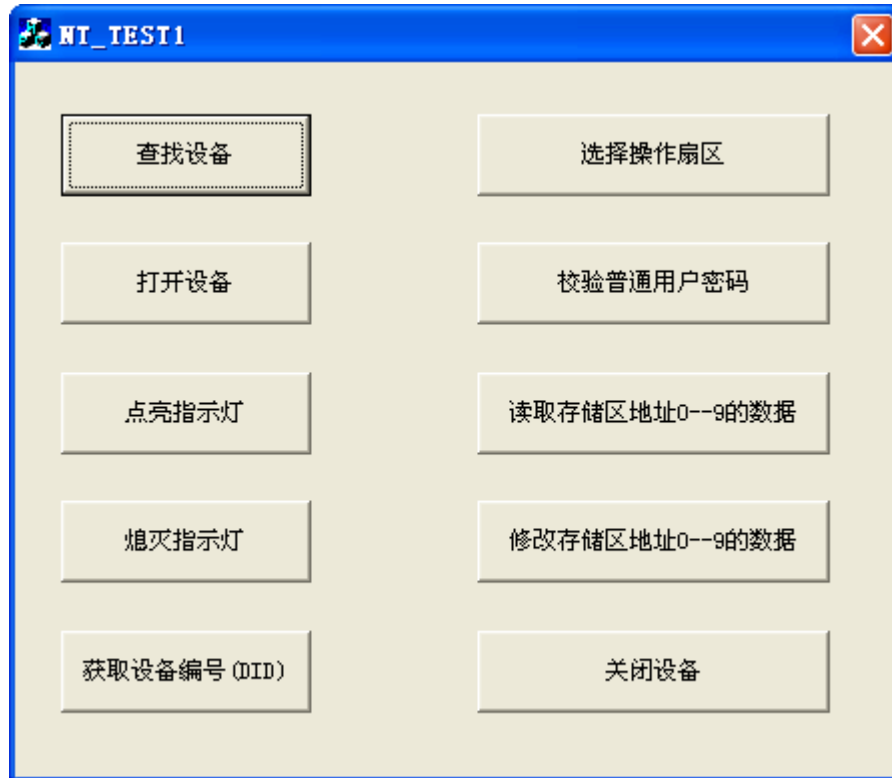

图 5.9 NT_TEST1 操作界面
(15) 至此，这个例子的功能已设计完成，最终的界面如图5.9所示。